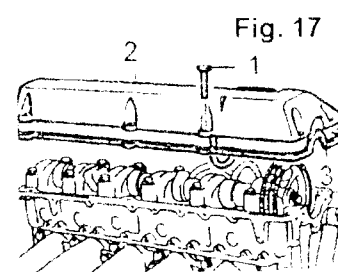

Fig. 17
remover el perno (1) y desarmar la cubierta de la culata de cilindro (2) y el empaque (3) (Fig. 17).